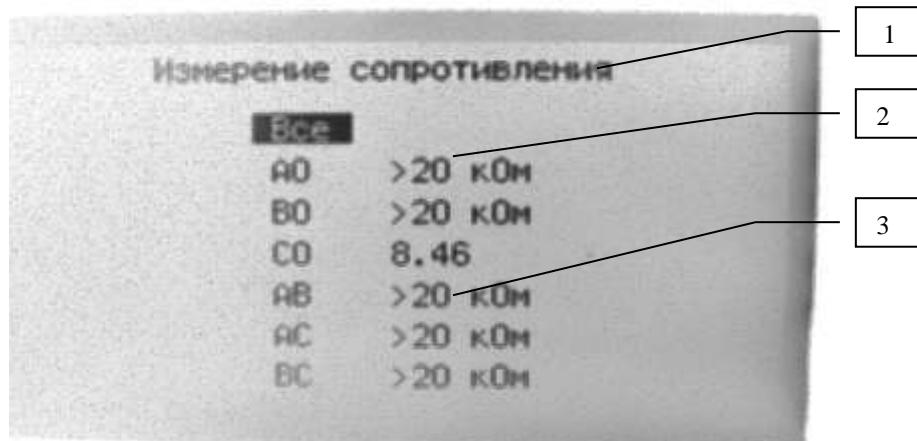

Рисунок 9
- кнопками «Курсор вверх» и «Курсор вниз» активизировать строку «ВСЕ» и нажать кнопку «ВЫПОЛНИТЬ». Через 5-6 с. на экране появится таблица с измеренными сопротивлениями. Пример экрана см. рис.9.